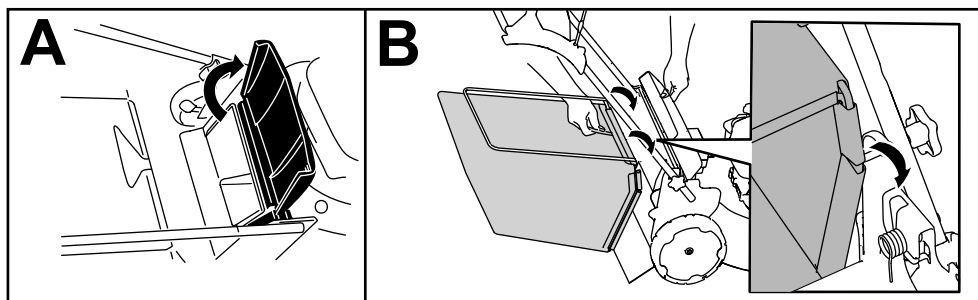

Figure 12
1. Soulevez le déflecteur arrière et maintenez-le dans cette position (A de Figure 12).
2. Montez le bac à herbe en veillant à insérer les ergots dans les crans de la poignée (B de Figure 12).